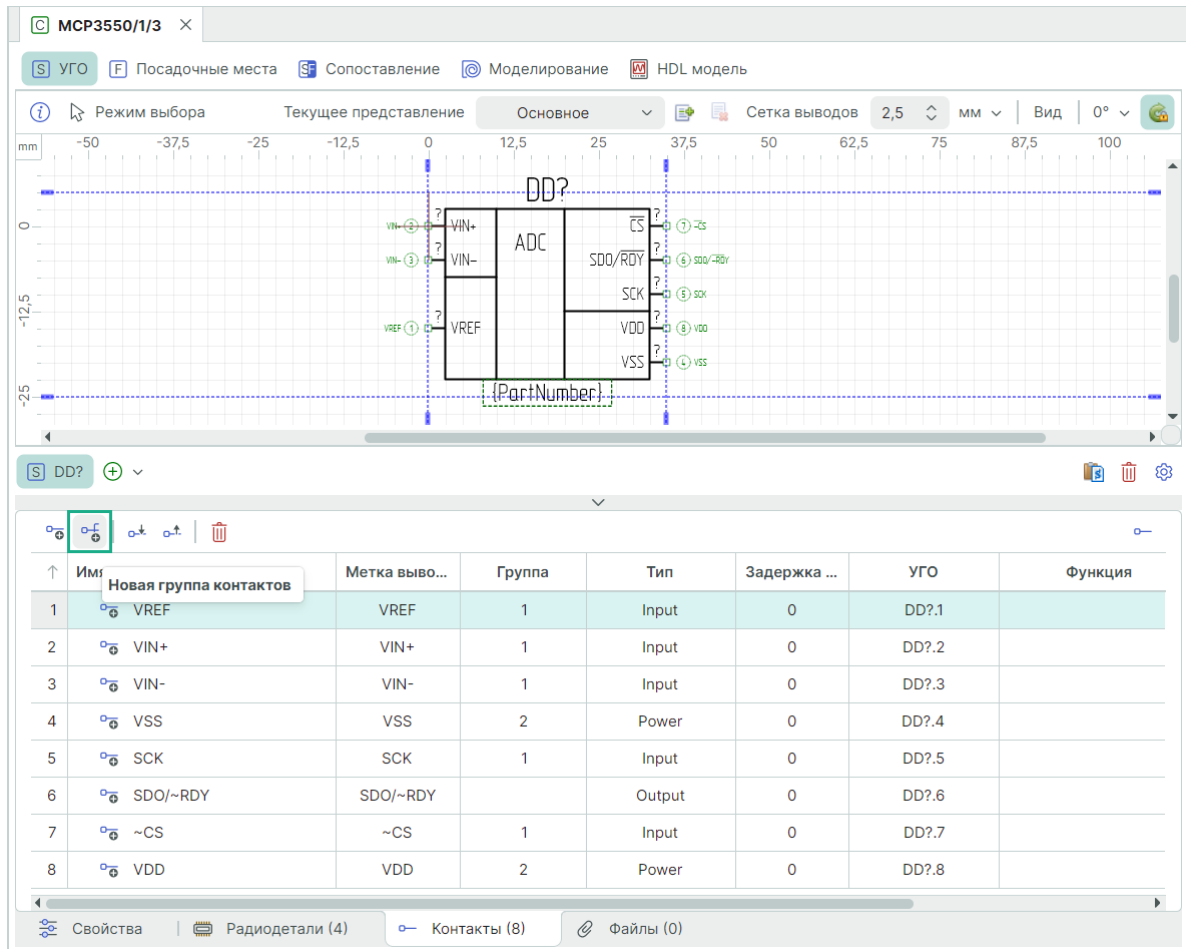

Рис. 259 Создание группового вывода и контактов
1. Нажмите иконку  «Новый группа контактов», см. Рис. 259.